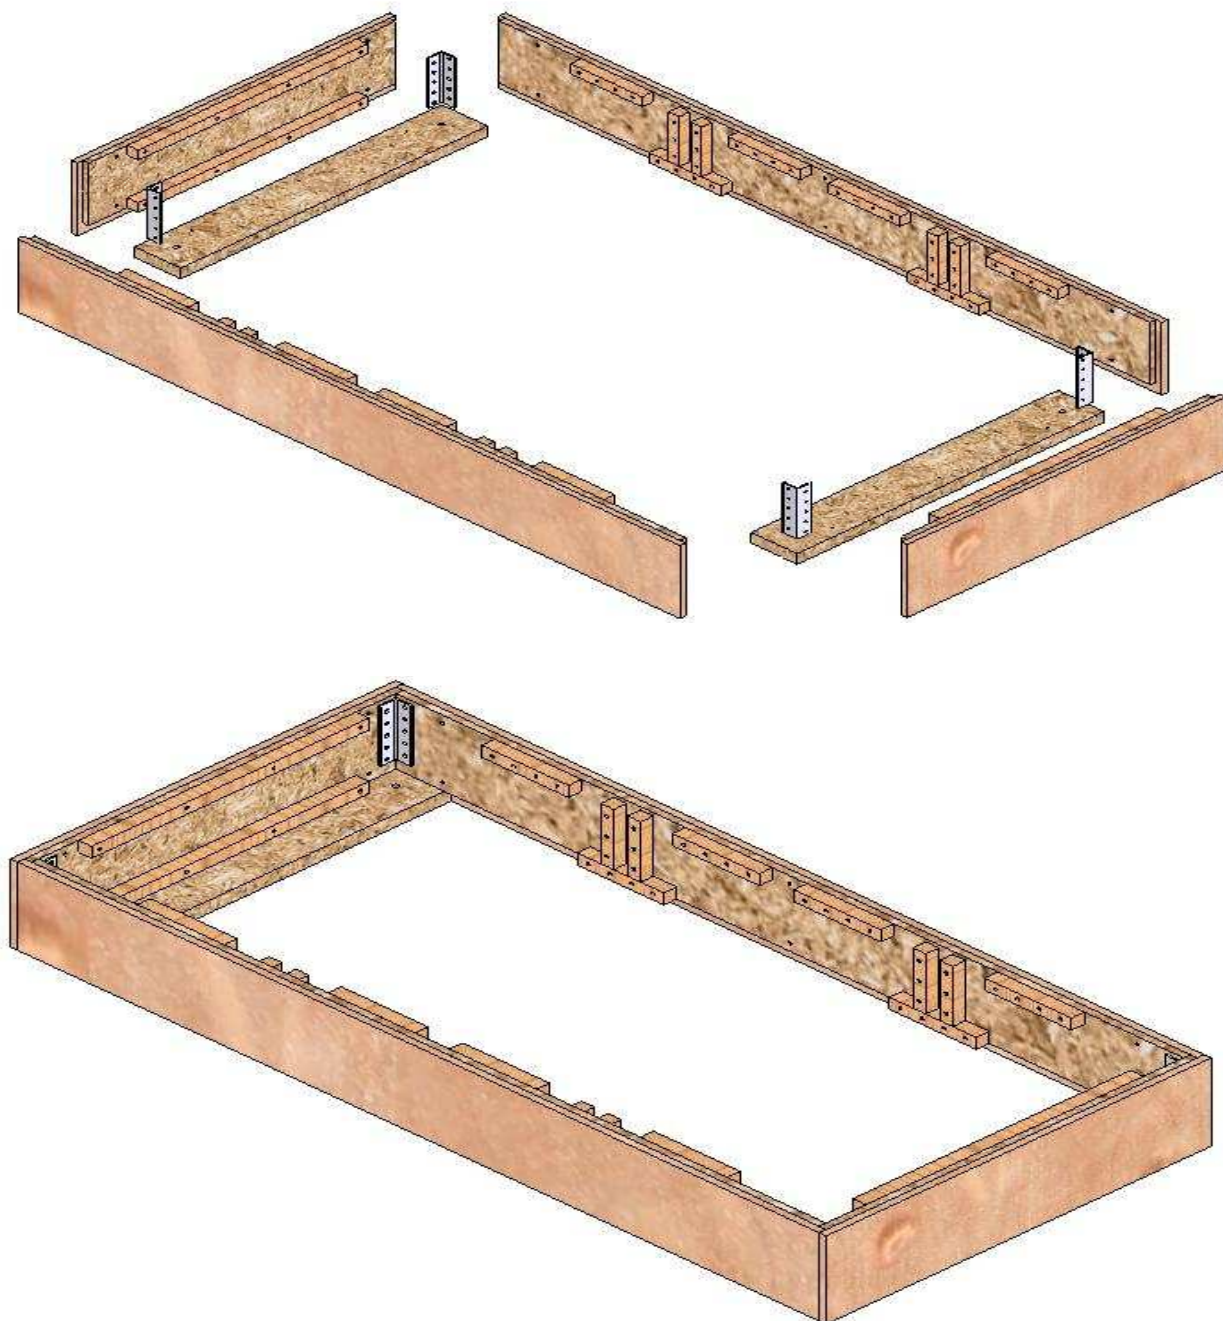

Рисунок 4.18
1. Соберите корпус стола (короб), соединив стенки между собой уголками. Закрепите планки для опор (рис.4.18). Используйте при необходимости мебельные уголки.